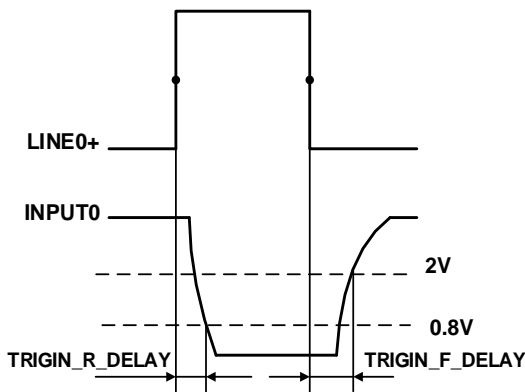

图 7-5 光耦隔离输入电路参数
- 上升沿延时时间：<math> < 50\mu\text{s}</math>(0°C~45°C)，参数说明见图 7-5。
- 下降沿延时时间：<math> < 50\mu\text{s}</math>(0°C~45°C)，参数说明见图 7-5。